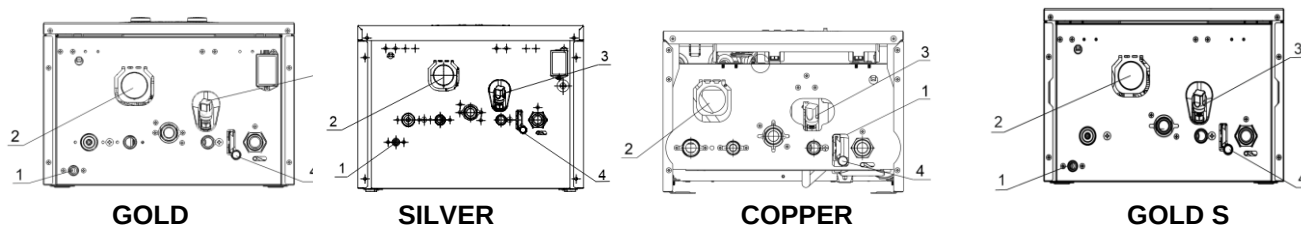

Рис. 17
- Постепенно открывайте кран подпитки 3 котла (см. рис. 17), убедившись, что автоматический воздушный клапан выпуска воздуха, установленный в котле, функционирует нормально; отсечные краны перед котлом открыты.